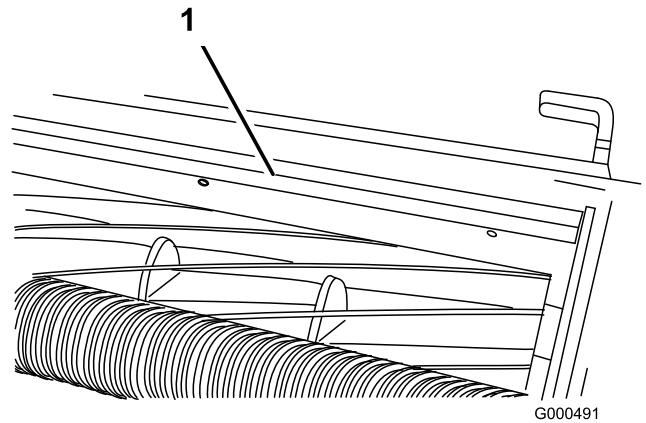

Bild 57
1. Lockern Sie die Schrauben, mit denen die obere Leiste am Mähwerk befestigt ist (Bild 57).